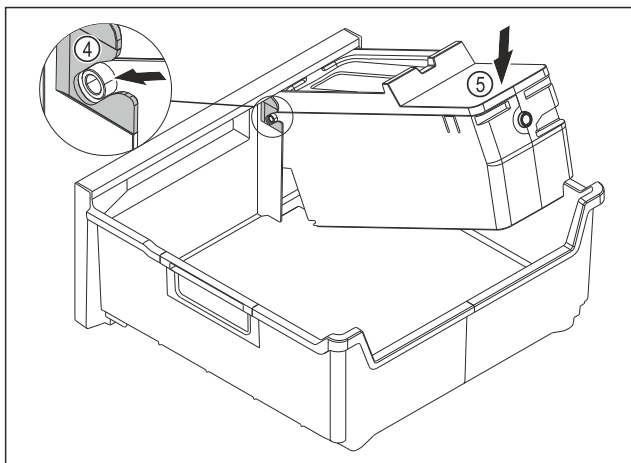

Fig. 115
- ▶ Montare il corpo dell'EasyTwist-Ice: Inserire gli assi del corpo dell'EasyTwist-Ice nelle guide Fig. 115 (4).
- ▶ Spingere il corpo dell'EasyTwist-Ice Fig. 115 (5) posteriore verso il basso.